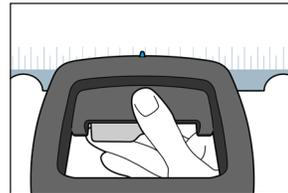

Abb. 8
3. Verwenden Sie die blaue Markierung am Griff und die Skala am Gerät, um den Griff an der gewünschten Stelle auszurichten (Abb. 8).